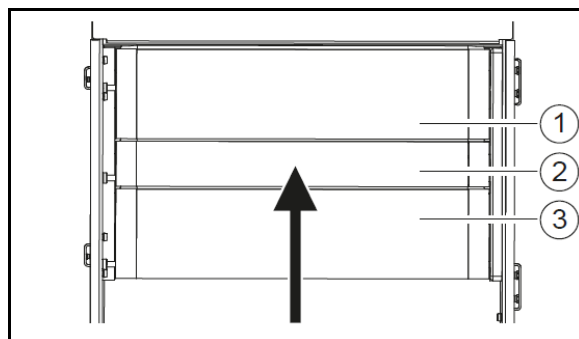

Fig. 189
1. Demontați grilajul aerului de recirculație (Fig. 189/1).